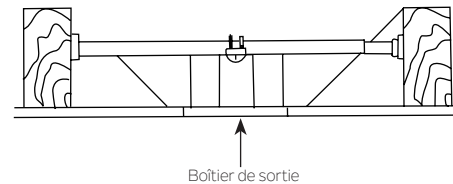

Fig. 3
**REMARQUE :** Selon l'endroit que vous avez choisi pour l'installation, vous devrez peut-être acheter et installer un "support de solive" pour le support de la boîte de sortie. Assurez-vous que le support de solive que vous achetez a été conçu pour être utilisé avec des ventilateurs de plafond. (Fig.3)